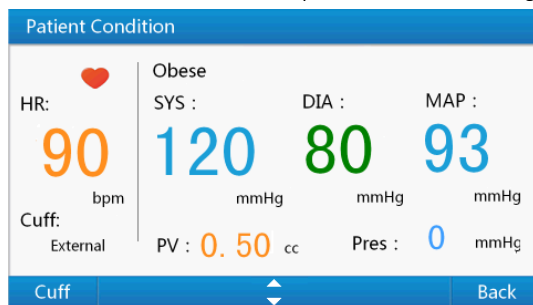

Figura 17 Interfaccia di simulazione della BP in presenza di determinate condizioni del paziente
- 1) Selezionare **“Patient Condition”** (Condizioni del paziente) all'interno di **“BP Simulation Menu”** o utilizzare il tasto numerico **“5”** per accedere all'interfaccia di simulazione della BP in presenza di determinate condizioni del paziente mostrata nella Figura 17.